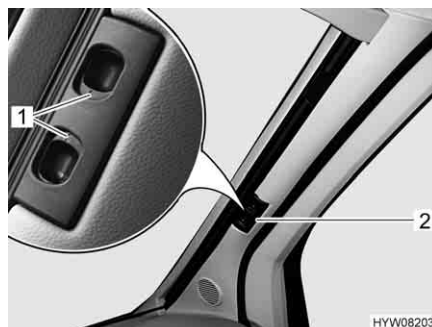

Fig. 11 Tendina oscurante pieghevole (parabrezza)
- Spingere verso l'esterno le due metà della tendina oscurante pieghevole del parabrezza tramite la maniglia (Fig. 11,2) fino all'arresto.
- Fare innestare le maniglie di sbloccaggio (Fig. 11,1).